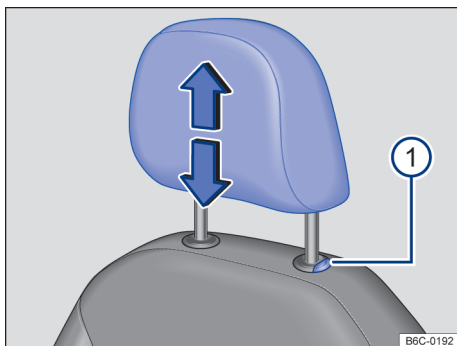

Fig. 70 Apoio para cabeça dianteiro: desinstalar.
- Retirar o apoio para cabeça com o botão → Fig. 70 ① pressionado.
- Empurrar o apoio para cabeça totalmente para baixo com o botão → Fig. 70 ① pressionado.